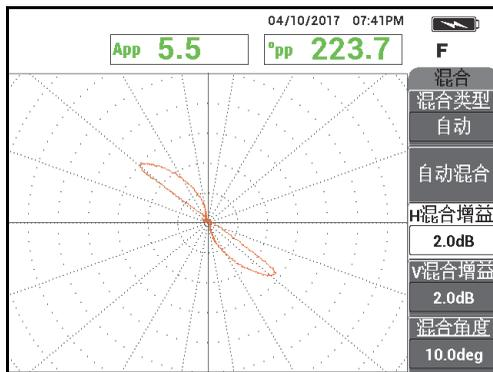

图 5-173 调节了自动混合增益后的穿壁孔信号
9. 调节 **H 混合增益**（水平混合增益，功能键 C），和 **V 混合增益**（垂直混合增益，功能键 D），直到信号延伸到大约 6 个主要栅格分区（参见第 233 页的图 5-173）。